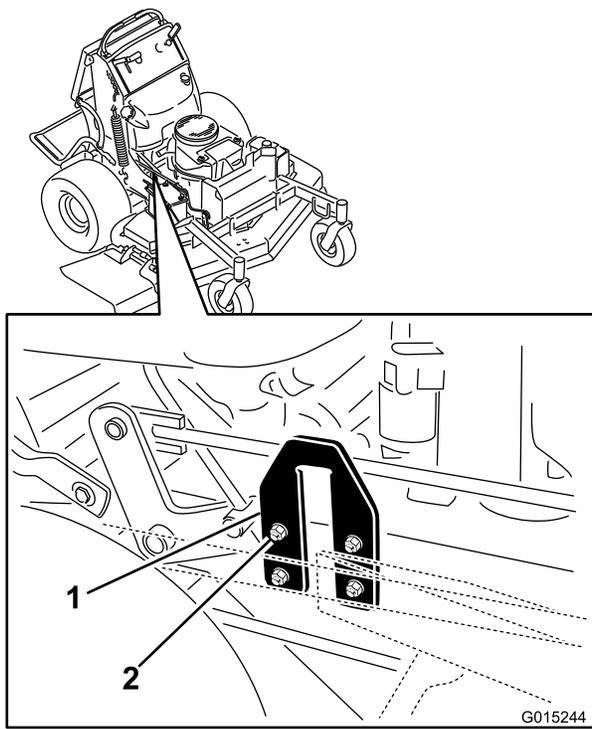

Figura 84
- Localice las chapas con forma de U en el lateral de la carcasa del motor (Figura 84).
- Afloje la chapa en un lado y ajústela hacia arriba o hacia abajo hasta que la diferencia entre las medidas **B** y **C** sea de no más de 6 mm (Figura 84).